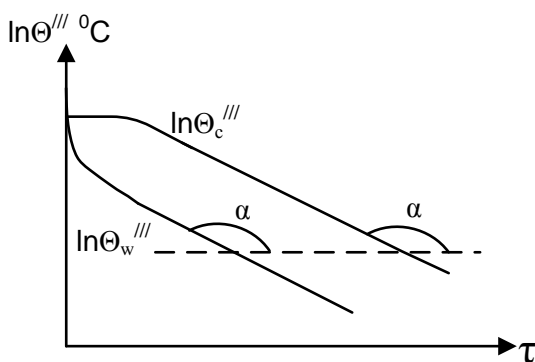

Рис. 2. Графическое представление зависимости $\ln \Theta''' = f(\tau)$ для теплового центра $\ln \Theta_c'''$ и поверхности тела $\ln \Theta_w'''$
- 2) темп нагрева m является величиной постоянной ($m \neq f(\tau; x)$) и численно равен тангенсу угла наклона функции $\ln \Theta''' = f(\tau)$ к оси абсцисс: $m = \operatorname{tg} \alpha$ (рис. 2).